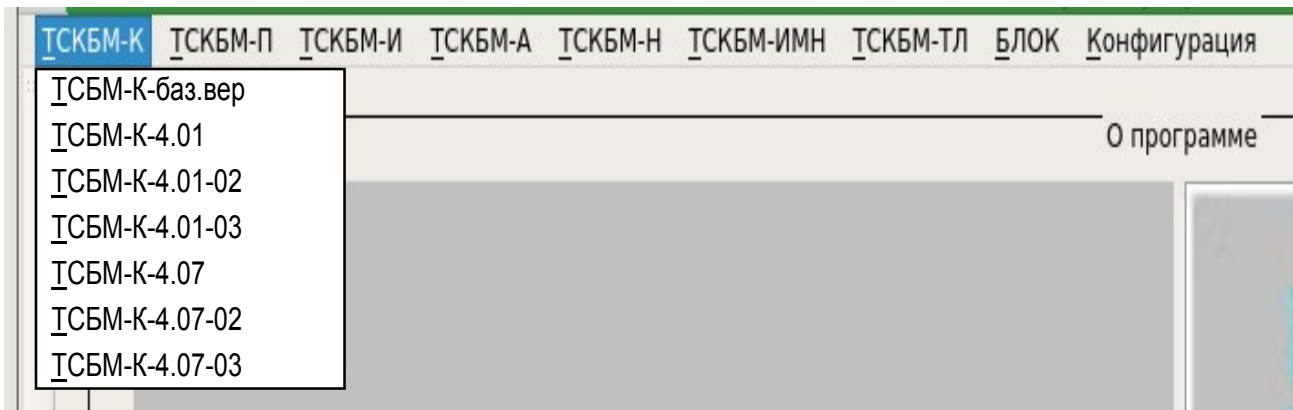

Рисунок 2.4.4.2 – Выбор ТСКБМ-К в меню испытаний программы Board
1) В меню **Испытания** программы Board откройте пункт \ **ТСКБМ-К**, см. рисунок 2.4.4.2.
- а) Рисунок 2.4.4.3 – для базового исполнения.